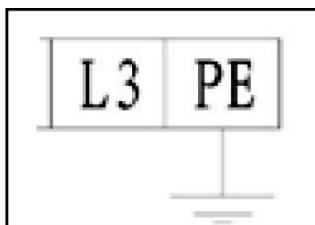

figure 15
- Le câble de terre PE doit d'abord être raccordé à la borne marquée (figure 15), puis aux connexions des 2 bases.
- Si l'élévateur fonctionne en 230V triphasé, un schéma de câblage différent doit être utilisé et demandé au fabricant (figure 15).